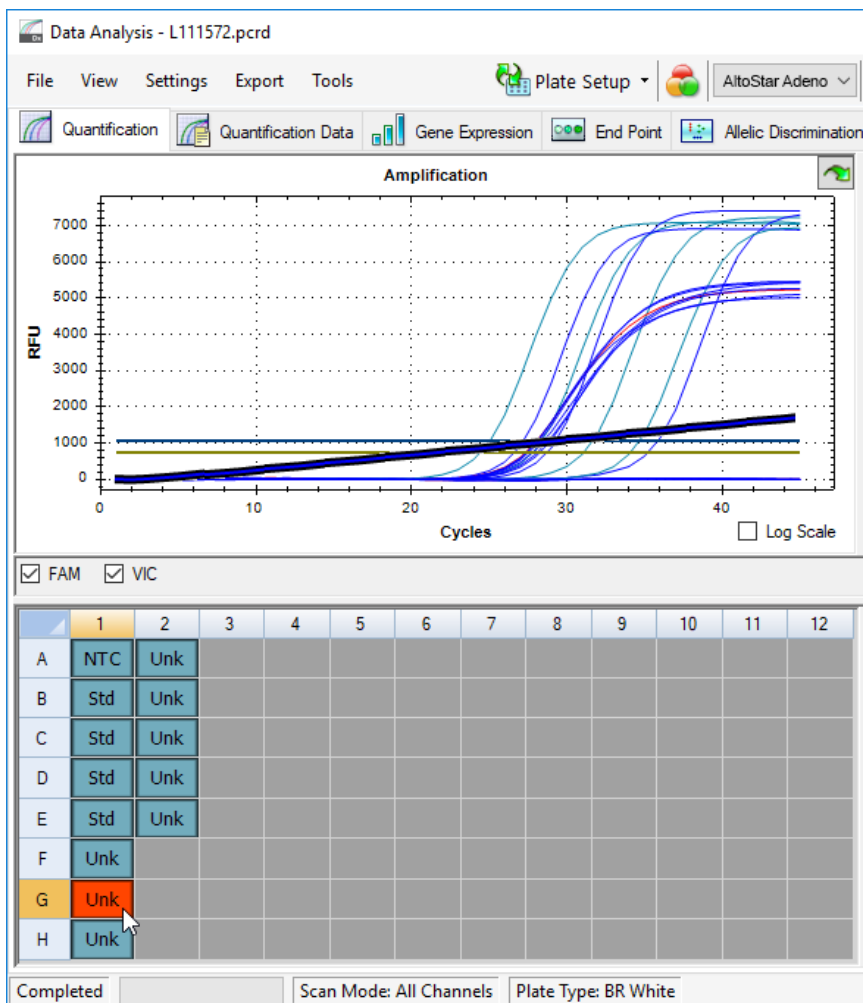

Figura 6: Janela Data Analysis (Análise de Dados): sinal PCR irregular
2. Identifique os poços com sinais PCR irregulares (aumento de sinal linear, picos de sinal, etc.) em qualquer um dos canais de detecção FAM™ (alvo do adenovírus) e VIC™ (IC) (consulte a figura 6).